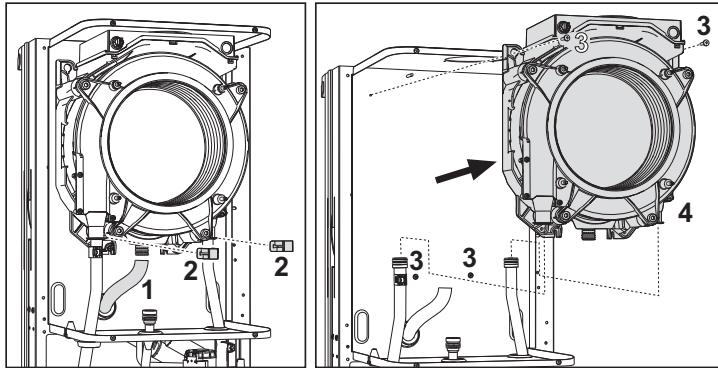

fig. 34- Intercambiador principal
- Extraiga los dos tornillos **superiores "3"** que fijan el intercambiador al bastidor (fig. 34).
- Afloje los dos tornillos **inferiores "3"** que fijan el intercambiador al bastidor (fig. 34).